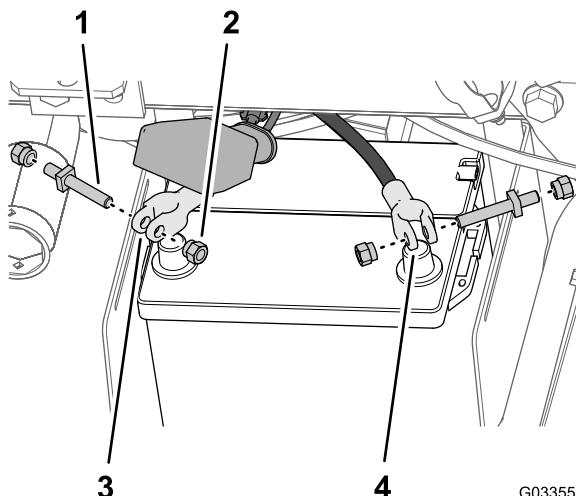

Figure 28
5. Fixez légèrement un boulon de borne et un écrou de serrage sur les colliers des câbles positif et négatif de la batterie (Figure 28).